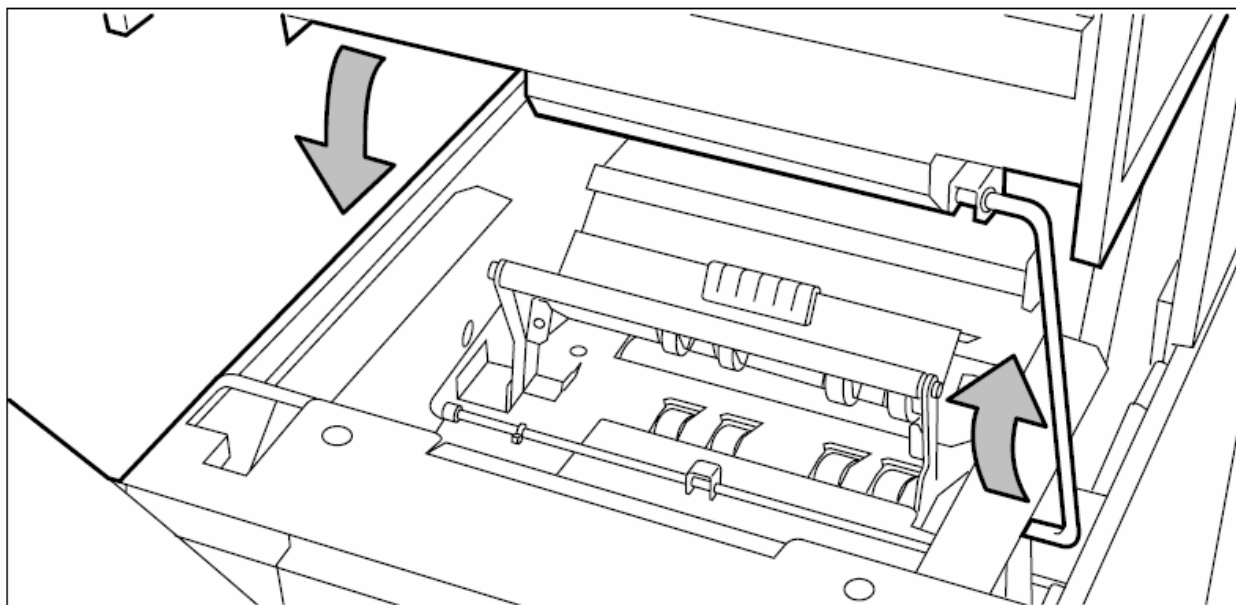

Рисунок 142: Показано, как закрывать устройство вывода
12. Закройте устройство вывода (Смотрите рисунок 142).